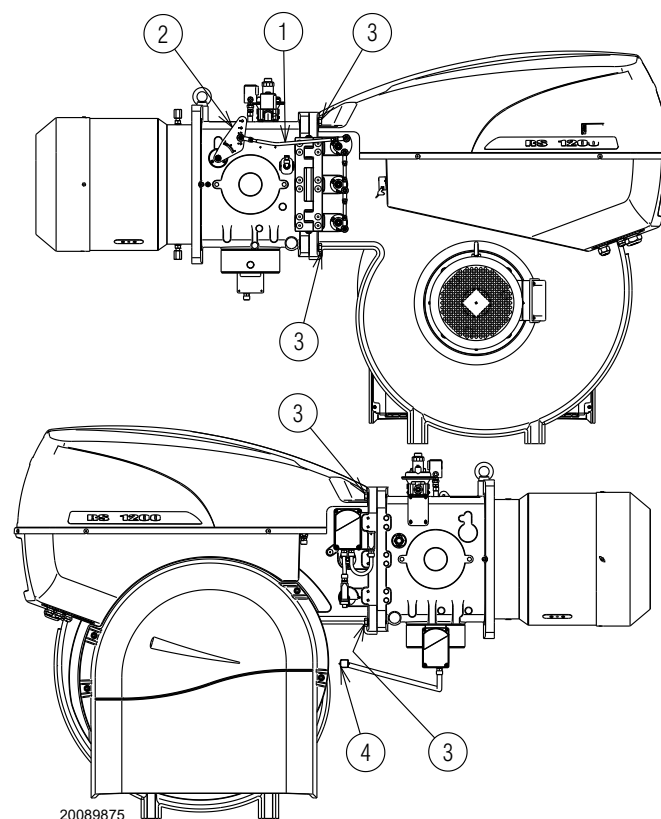

Fig. 35
- Aflojar la tuerca 2) y quitar el tirante 1)(Fig. 35) de la palanca de movimiento del cabezal.